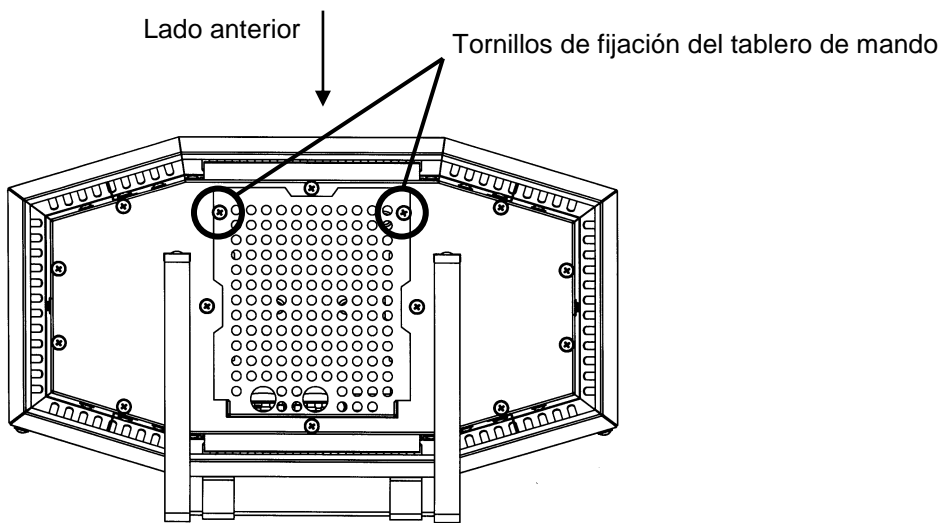

Fig.4
- Aflojar el tablero de mando en la estufa de sauna. Para ello aflojar los dos tornillos con ranura en cruz (ver Fig.4)